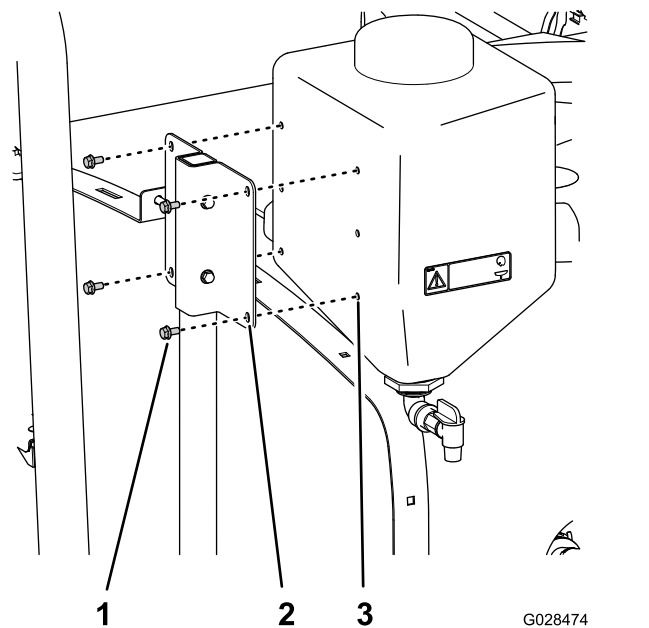

Figura 37
5. Allineate gli inserti filettati nel serbatoio d'acqua dolce con i fori nel supporto dello stesso (Figura 37).
6. Fissate il supporto del serbatoio d'acqua dolce (Figura 37) con 4 bulloni a testa flangiata ($\frac{5}{16}$ " x $\frac{5}{8}$ ").